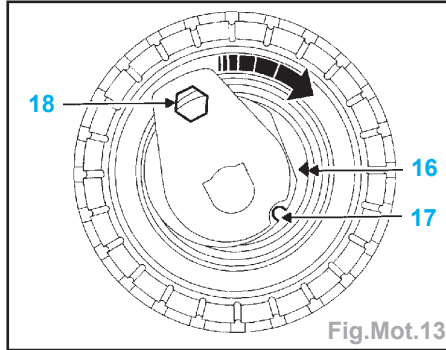

Fig.Mot.13
- Aligner les repères (**16**) et (**17**) du galet tendeur à l'aide d'une clé six pans de 6 mm (**18**) (Fig.Mot.13).
- Aligner les repères du galet tendeur et serrer définitivement au couple l'écrou du galet tendeur à 2,8 daN.m (Fig.Mot.13).